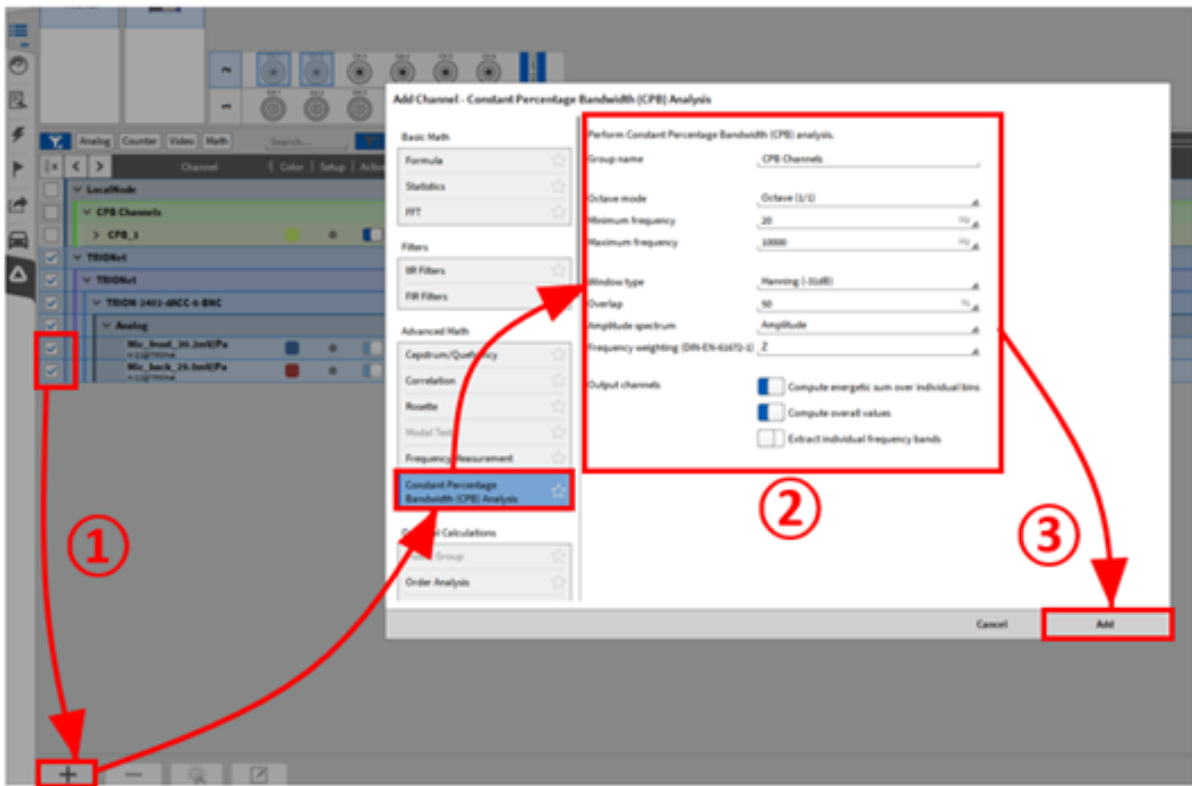

Abb. 7.127: Erstellung einer CPB Analyse
Die folgenden Optionen können bei einer CPB-Berechnung gewählt werden (siehe ② in Abb. 7.127):